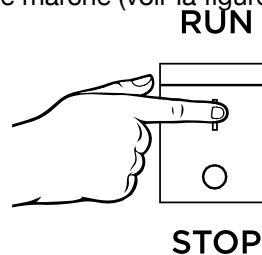

Figure 9 - Interrupteur de commande du moteur - RUN
6. Poussez le commutateur de commande du moteur en position de marche (voir la figure 9).
9. Mettez le commutateur de commande du moteur en position de marche (voir figure 9).
10. Appuyez et maintenez enfoncé le bouton de démarrage pendant 1 seconde, puis relâchez. Si vous utilisez le démarrage à distance, maintenez START enfoncé sur la télécommande jusqu'à ce que le générateur démarre, puis relâchez-le (voir Figure 9).